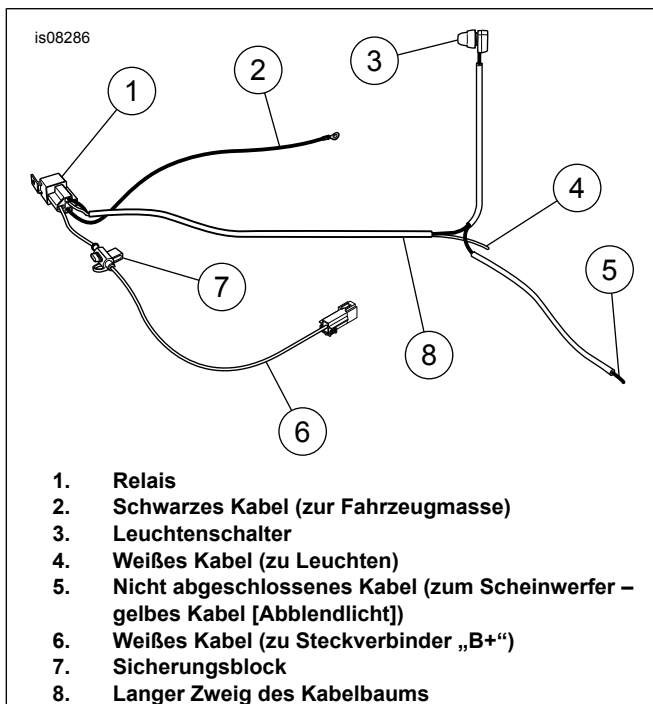
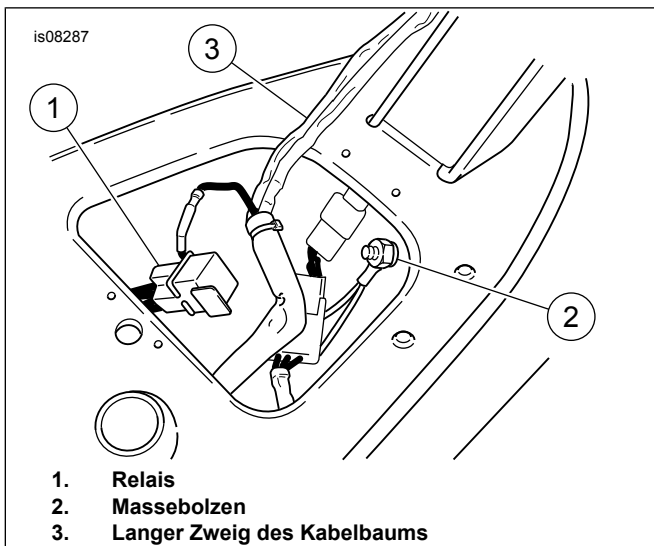
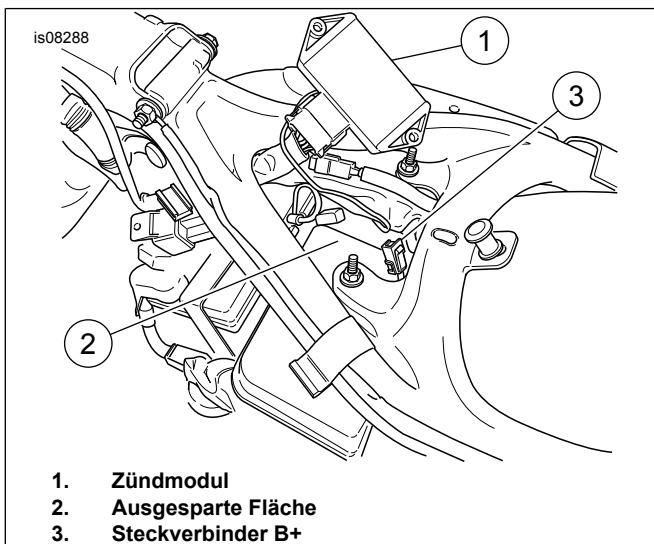

Abbildung 4. Bezeichnung der Kabelbaumkomponenten
Abbildung 5. Siehe Kabelbaum einbauen (Dyna Modell abgebildet)
Abbildung 6. Kabelbaum einbauen (Modelle ab 2004)
Siehe Abbildung 4 für die Bezeichnung der Kabelbaumkomponenten.
11. Siehe Abbildung 5. Den Kabelbaum einbauen. Das Relais (1) in die Öffnung in der Sitzschale einsetzen und den langen Zweig des Kabelbaums (3) entlang des Rahmenrückens verlegen. **XL-Modelle ab 2004:** Siehe Abbildung 6. Die Muttern entfernen, mit denen das Zündmodul (1) befestigt ist, und das Modul vorübergehend wie dargestellt umplatzieren. Das Relais in die ausgesparte Fläche (2) des Ölbehälters setzen. Das Zündmodul einbauen. Den langen Zweig des Kabelbaums entlang des Rahmenrückens verlegen. **Alle Modelle bis 2003:** Siehe Abbildung 4. Den Steckverbinder vom weißen Stromkabel abschneiden und durch die Kabelöse aus dem Satz ersetzen. Das weiße Kabel mit der Kabelöse an den Kupferbolzenkontakt (BAT) des Hauptüberlastschalters anschließen. **Modelle ab 2004:** Das weiße Kabel mit dem Steckverbinder an den Steckverbinder B+ des Kabelbaums anschließen.
12. Siehe Abbildung 4. Das schwarze Massekabel (2) mit der Kabelöse an den Massebolzen unter dem Sitz oder eine gute Massestelle anschließen. Den Kabelbaum aus dem Satz mit Kabelbindern aus dem Satz (Teil 16) an den benachbarten Kabelbäumen befestigen.
13. Siehe Abbildung 4. Den Kabelbaum am Lenkkopf vorbei einziehen und den Kabelbaumzweig mit dem Leuchtschalter (3) entlang der linken Seite des Lenkers zum Kupplungshebel verlegen.